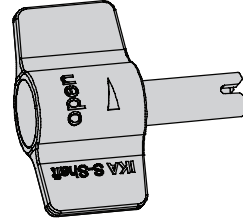

Fig. 1
- Flachschlüssel (siehe **Fig. 1**)
- Schaftschlüssel (siehe **Fig. 1**)
Wird eine intensivere Reinigung erforderlich, kann der Rotor (4) mittels der im Werkzeugset des Antriebes enthaltenen Flach- und Schaftschlüssel von der Welle (2) abgeschraubt werden. Mit dem Flachslüssel wird der Rotor festgehalten und durch Drehen der Welle von oben mittels des Schaftschlüssels abgeschraubt (Fig. 1).